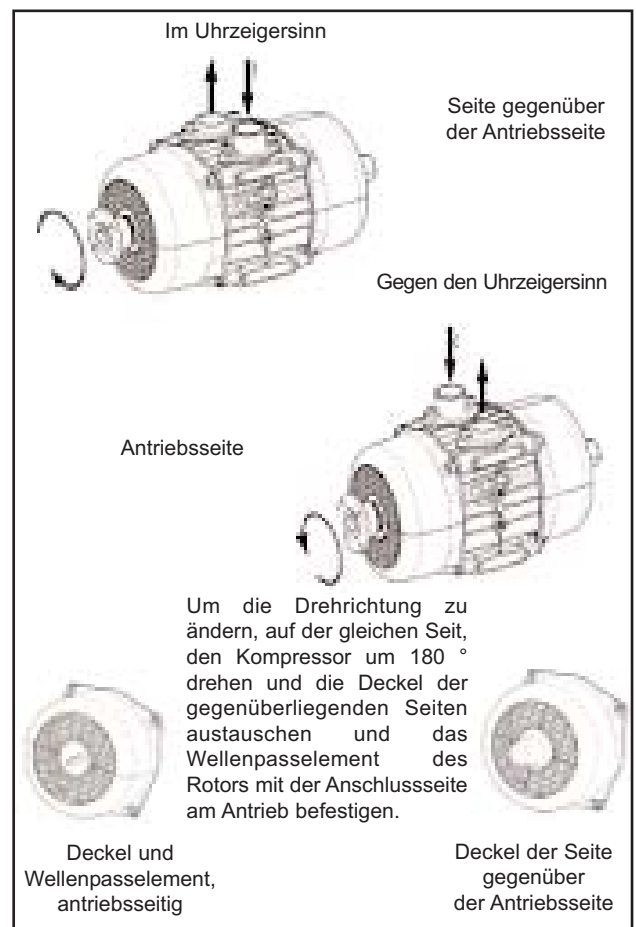

Abb. 2
- Der Motor kann an einer beliebigen Seite des Kompressors angeschlossen werden, aber die Antriebswelle MUSS stets mit einer Toleranz von $\pm 5^\circ$ horizontal liegen ; siehe Abb. 2.